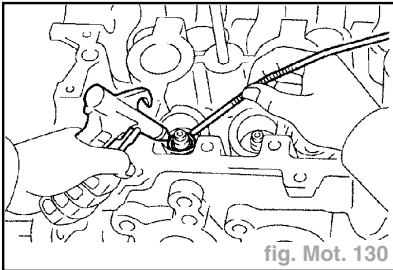

fig. Mot. 130
- Récupérer à l'aide d'une tige aimantée et en soufflant de l'air comprimé, le siège de ressort (fig. Mot. 130).